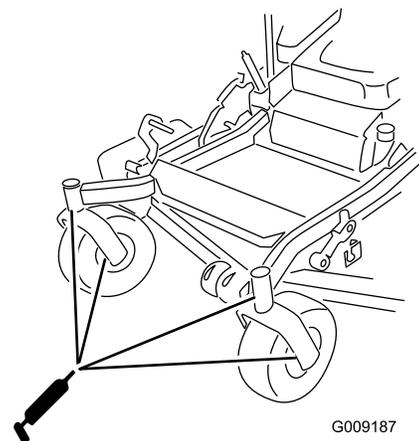

Figure 44
12. Remettez le bouchon hexagonal et le capuchon antipoussière en place (Figure 44).
13. Graissez les roulements des roues pivotantes (Figure 44).